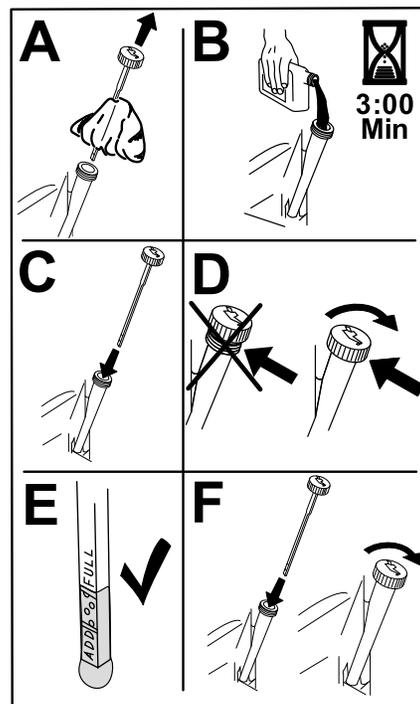

Figura 45
6. Versate lentamente circa l'80% dell'olio indicato nel tubo di rifornimento e sempre con cautela rabboccate l'olio necessario per portarlo alla tacca di Pieno (Figura 45).